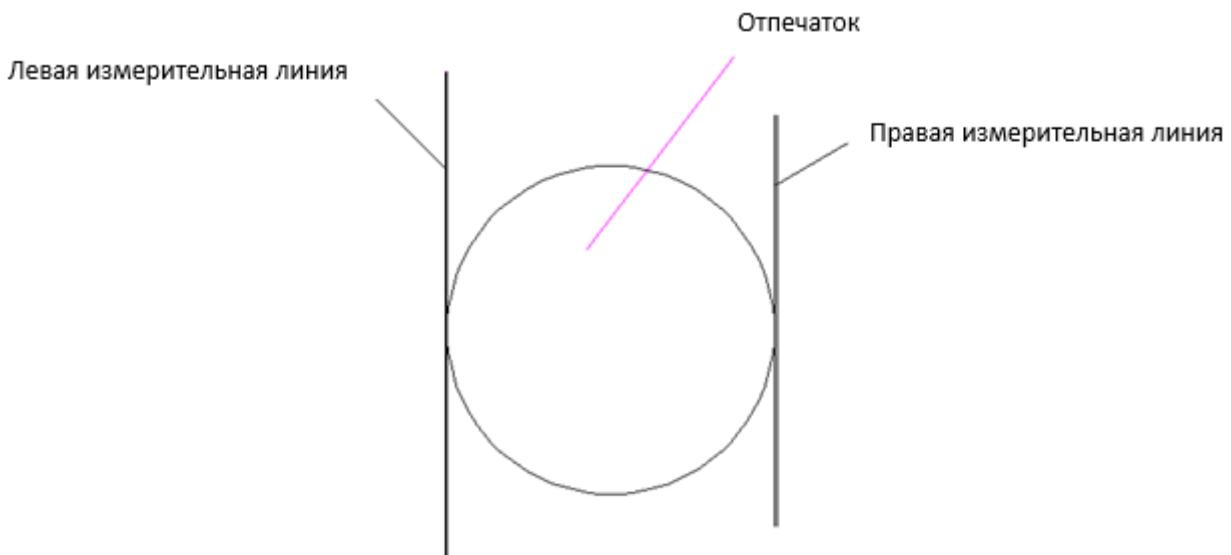

Рисунок 2.3 – Правильная установка измерительных линий
6. Опустите испытательный столик (5) так, чтобы испытуемый образец оказался примерно на 2 мм ниже индентора, поверните объектив (14) в переднее положение, рассмотрите отпечаток в микроскоп (9), если требуется, отрегулируйте чёткость изображения отпечатка перемещением испытательного столика (5) вверх или вниз. Если изображение двух делений шкалы будет нечётким, отрегулируйте окуляр (10).
7. Вращайте правое регулировочное колесо (17), чтобы переместить деления шкалы микроскопа друг к другу до соприкосновения. Когда линии соприкоснутся своими внутренними сторонами (проследите, чтобы они не налезали друг на друга), нажмите “CLR-D“ (установить d1 на ноль), при этом значение d1 на главном экране станет равно нулю. Теперь можно измерить диаметр отпечатка.
8. Вращением правого регулировочного колеса (17) разведите линии друг от друга, вращением левого регулировочного колеса (15) передвигайте левую линию, пока она не коснётся своей внутренней стороной левого края отпечатка, а затем переместите правую линию так, чтобы она коснулась своей внутренней стороной правого края отпечатка (Рис.2.3); нажмите кнопку запуска измерения (18), расположенную на микроскопе. Измерение диаметра длины отпечатка d1 закончено когда на дисплее отобразится его значение.
9. Поверните микроскоп (9) на 90° указанным ранее образом, чтобы произвести измерение диаметра отпечатка d2, нажмите кнопку запуска измерения. На дисплее прибора должно